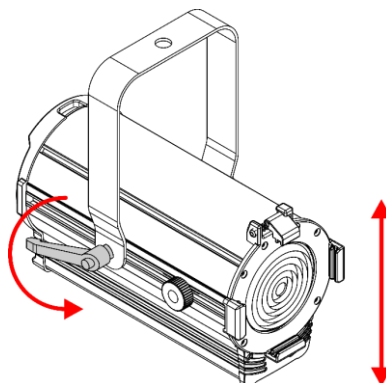

Fig. 01
01) Gire la **manilla de ajuste (06)** en sentido antihorario para aflojarla.
02) Incline el dispositivo hasta el ángulo deseado (véase la Fig. 01).
03) Gire la **manilla de ajuste (06)** en sentido horario para apretarla. Asegúrese de que el dispositivo no se pueda mover libremente después de haber apretado la **manilla de ajuste (06)**.